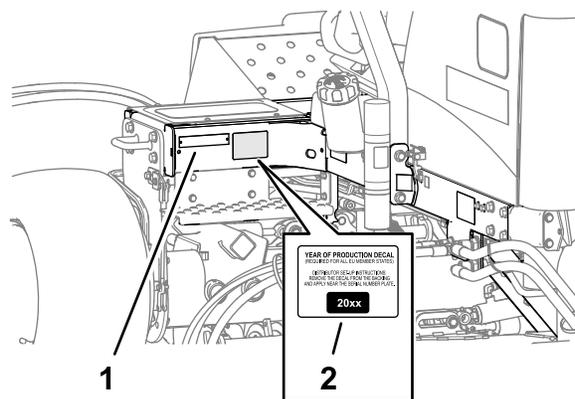

**Figura 36**
1. Coloque a cobertura do escape à volta da panela do escape, enquanto estiver a alinha os orifícios de montagem com os orifícios no chassis (Figura 36).
2. Prenda a cobertura do escape ao chassi utilizando 4 parafusos autorroscantes (Figura 36).